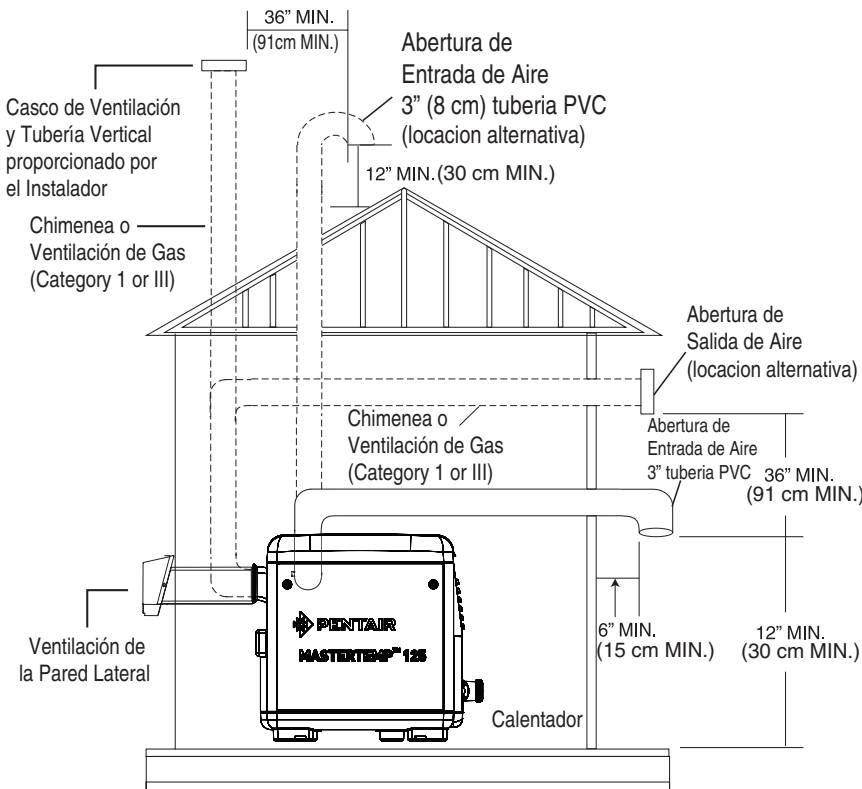

Figura 16.
**Nota:** En el caso de instalaciones en interiores en los cuales el aire de combustión puede resultar insuficiente, consulte “Conducto de admisión de aire directo con tubería de PVC de 3 pulg. (Instalación en interiores) Figura 16 en la página 22.
La abertura de entrada de aire debe instalarse al menos a 1 pie por encima de la línea del techo o los niveles normales de nieve para el flujo de aire libre. La Categoría I o III tapa de ventilación de escape terminación debe tener por lo menos 3 pies de distancia mínima vertical de conducto de admisión de aire. Vea la **figura 16**.